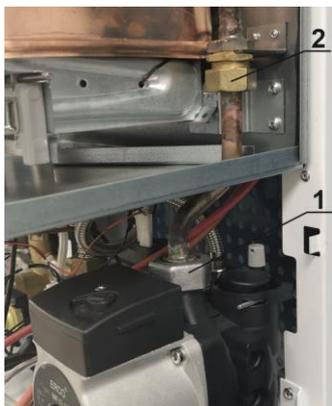

Рис. 20. Демонтаж трубы насоса
- 4) ключом на 30 отвернуть гайку 2 и ключом на 38 отвернуть гайку 1 (см. Рис. 20) крепления трубы к штуцеру теплообменника и крепление трубы к насосу и отвести трубу в сторону.